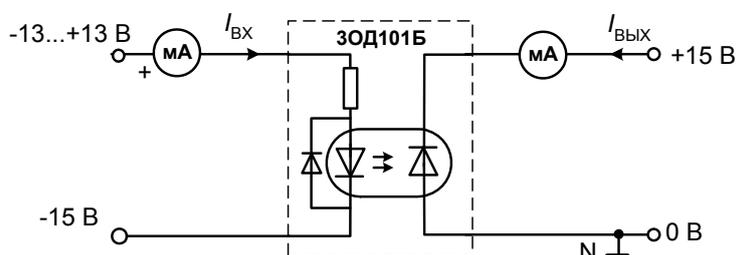

Рис. 7.4. Принципиальная схема диодной оптопары в фотодиодном режиме
1. Соберите цепь (рис. 7.4) для снятия передаточной характеристики диодной оптопары в фотодиодном режиме. После проверки схемы преподавателем подайте питание на панель выключателем «СЕТЬ».